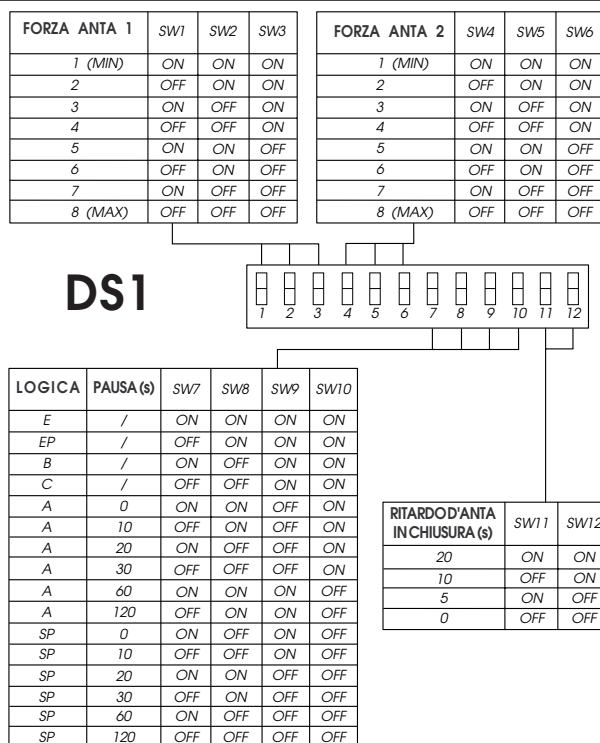
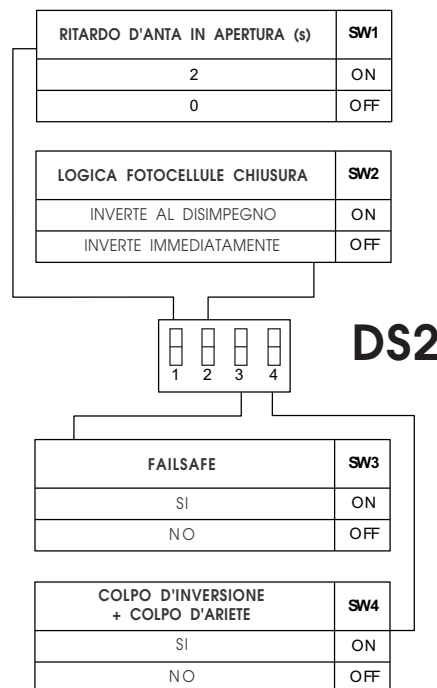

Fig. 18
fig. 19
L'apparecchiatura è dotata di due gruppi di microinterruttori DS1 (fig. 18) e DS2 (fig.19) che permettono di programmare i parametri di funzionamento del cancello.
5.1. MICROINTERRUTTORI DS1 (fig.18)
5.2. MICROINTERRUTTORI DS2 (fig.19)